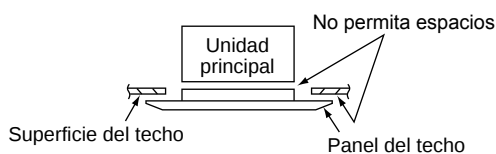

Fig. 9-9
(4) Compruebe que el panel haya quedado firmemente fijado al techo.
- En este momento, cerciórese de que no haya espacios intermedios entre la unidad y el panel del techo, ni entre el panel del techo y la superficie del techo. (Fig. 9-9)